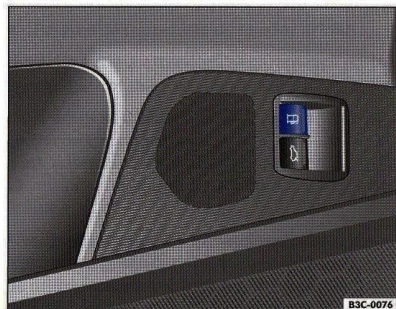

Fig. 3 Imagine din ușa conducătorului: Tasta de deblocare a clapetei rezervorului.
- Trageți tasta de deblocare (B) ⇒ fig. 3 în sus. Clapeta rezervorului se va deschide.